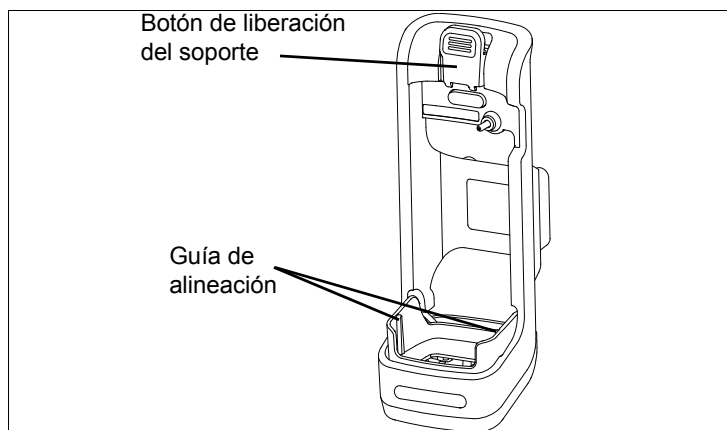
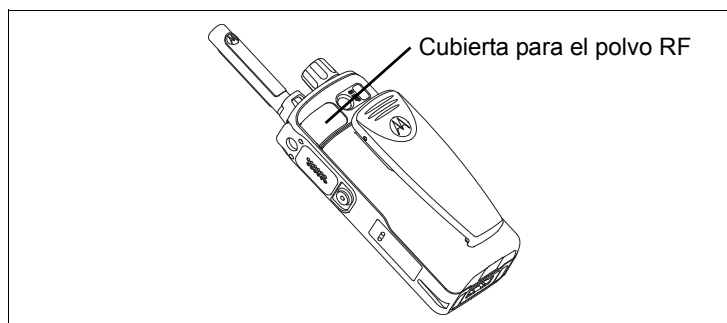

Figura 1. Soporte para vehículos.
Figura 2. Terminal portátil TETRA.
1. Coloque el terminal portátil TETRA en el soporte alineando las ranuras de la parte inferior del terminal con las guías de alineación situadas en la parte inferior del soporte como se muestra en la *Figura 1*. Asegúrese de que la cubierta del terminal portátil TETRA RF esté abierta (consulte la *Figura 2*) antes de introducirlo en el soporte.
1. Mantenga pulsado el botón de liberación del soporte (consulte la *Figura 1*) y extraiga el terminal portátil TETRA del soporte.